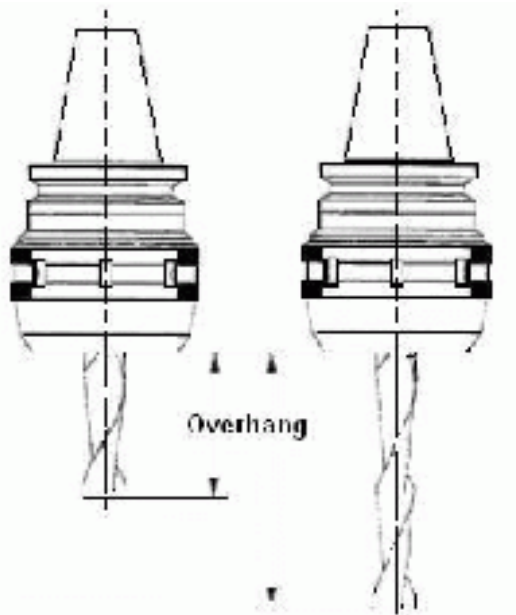

Figura 1.8: comprimento da ferramenta externo a fixação (overhang )
- \* usar relação 50/50% ( $A_e/A_p$ ) para a profundidade radial e axial. Para essa regra existem exceções e ao se determinar a profundidade de corte, deve-se analisar o comprimento da ferramenta que está em externo a fixação (overhang - figura 1.8)